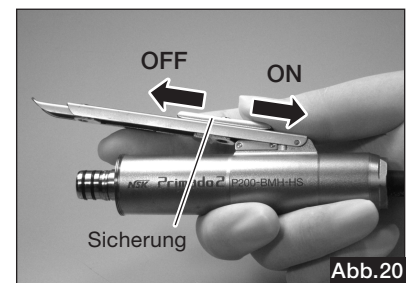

Abb.20
- 3) Halten Sie den Handschalter fest und stellen Sie die Sicherung auf ON (EIN) (Abb. 20).